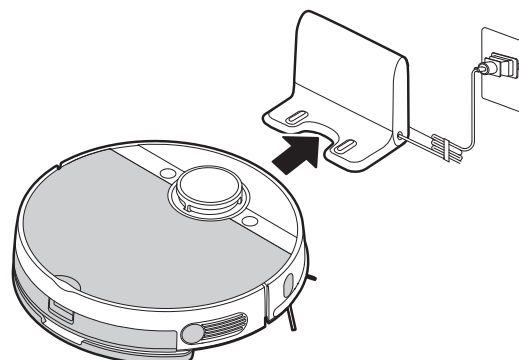

Figura 4
4. Operación de recarga: Pulse el botón  para controlar la máquina y realizar la recarga automática (Figura 4). Cuando la máquina llegue el puerto de carga y emita un sonido, la luz del indicador  parpadeará para indicar que la máquina está cargando.